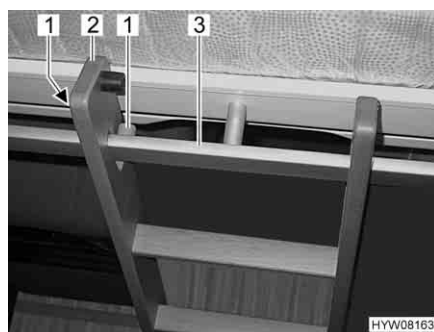

Fig. 71 Scaletta di accesso, agganciata
- Agganciare la scaletta di accesso (Fig. 71,2) con le due staffe nella barra di presa (Fig. 71,3) al letto basculante. Durante l'agganciamento fare attenzione che il longherone della scala venga posizionato tra i due dispositivi di fissaggio (Fig. 71,1). Questo serve a impedire che la scaletta di accesso scivoli di lato.
- Staccare la scaletta di accesso (Fig. 71,2) dalla barra di presa (Fig. 71,3) nel letto basculante.